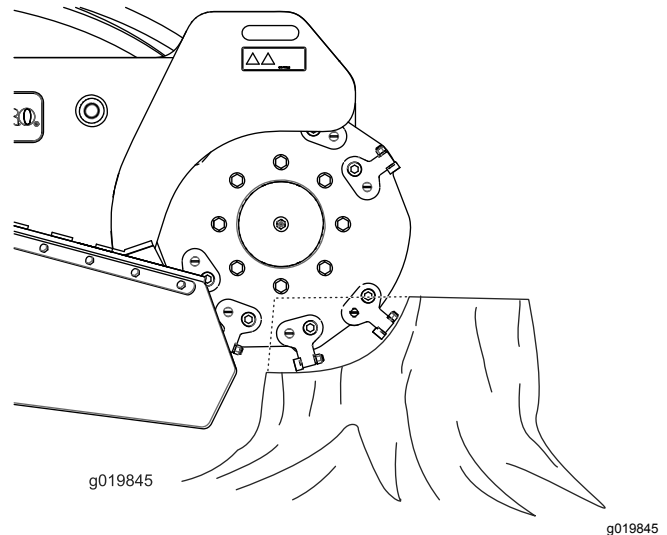

Bild 20
2. Positionieren Sie die Fräse mit dem Fräsensteuerhebel und dem Fahrtriebshebel zu einer Seite an der Vorderseite des Baumstumpfs, ca. 2,5 cm unter der Oberfläche (Bild 20).
4. Pendel Sie die Fräse langsam mit dem Fräsensteuerhebel über die Oberfläche des Baumstumpfs und schneiden Sie Splitter ab (Bild 20).